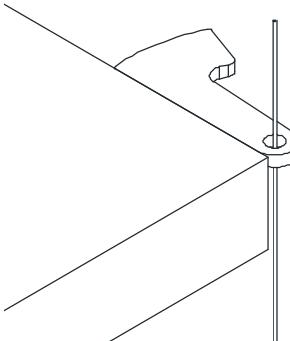
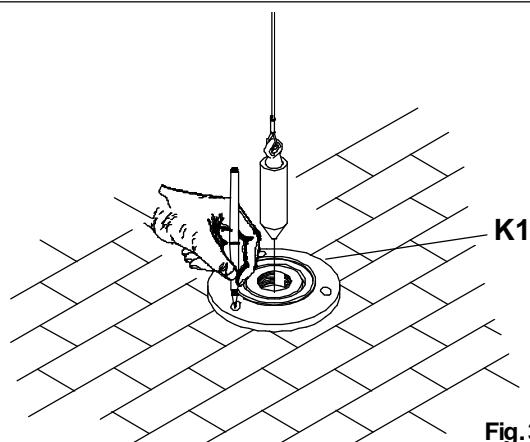

Fig.2
Fig.3
- Trovare e proiettare a terra il centro scala. Come indicato in fig.2 e fig.3.
- Find a and project the centre of the stairwall staircase as shown in Fig.2 - Fig. 3
- Déterminer et projeter au sol le centre de l'escalier. Comme indiqué fig.2 e fig.3.
- Den Mittelpunkt des Treppenhauses ausfindig machen und auf den Boden übertragen. wie in der Abb.2 - Abb.3 gezeigt.
- Encuentre el centro de escalera y proyectelo hacia el suelo. Como se indica en la fig. 2 - Fig.3